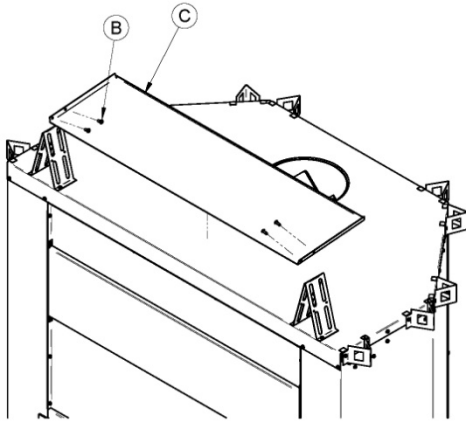

Figure 6
3. Tel qu'illustré aux **Figure 6 et 7**, positionnez l'écran thermique © entre les cales d'espacement déjà installé avec les replis vers le haut. Alignez les trous de l'écran thermique à ceux des cales d'espacement de gauche et de droite et sécurisez avec les 4 vis **(B)**.